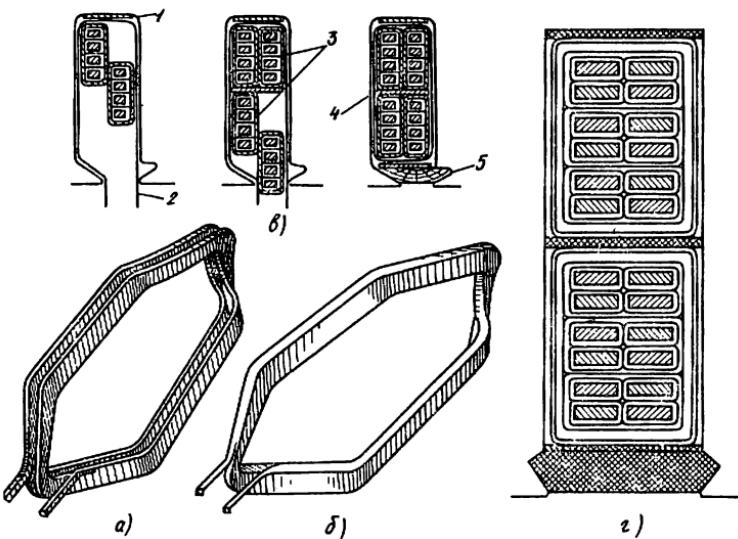

Рис. 45. Детали выполнения жестких обмоток из проводов прямоугольного сечения:
**Ремонт обмоток из жестких секций (катушек).** Обмотки из жестких секций из провода прямоугольного сечения применяются в статорах синхронных и асинхронных машин мощностью более 100 кВт, напряжением до 660 В и для катушек якорной обмотки коллекторных машин большой мощности. Эти обмотки имеют конструктивное сходство (рис. 45, а, б, в) и близки по технологии ремонта. Секции
обмоток изготавливают на шаблонах и укладываются в полузакрытые или открытые пазы плашмя (широкой стороной по ширине паза). Для удобства укладки в полузакрытые пазы катушки выполняют из двух полукатушек (рис. 45, а, в). Наиболее частые повреждения — замыкания между секциями разных фаз и на корпус. При ремонте, как правило, поврежденные катушки заменяют новыми.